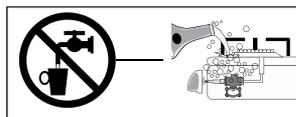

Figura 43
- Durante las labores de limpieza, debe evitarse la caída de agua y jabón dentro de la válvula (Ver figura 43).